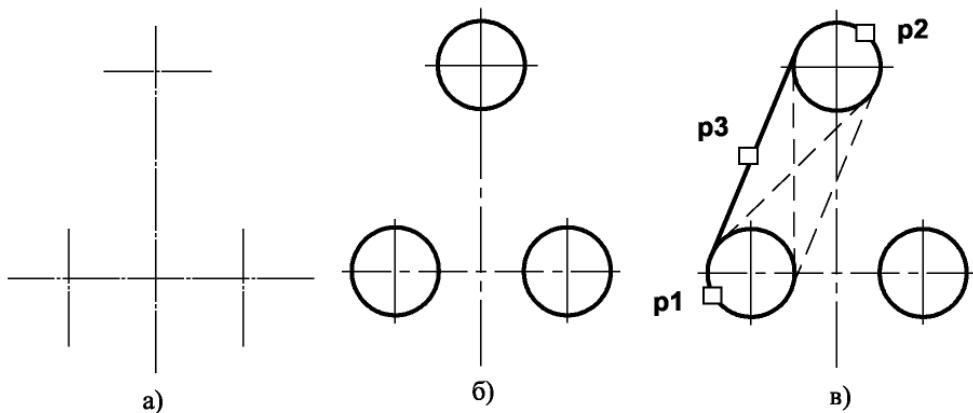

Рисунок 2.1. - Построение касательных к двум окружностям
Построение касательных к двум окружностям заданных радиусов представлено на рис. 2.1. Вначале рекомендуется изобразить осевые линии, задающие центры окружностей (см. рис. 2.1а). Далее необходимо изобразить сами окружности, к которым строится касательная прямая (рис. 2.1б).
2. Указать графическим курсором произвольную точку (точка p1) на первой окружности, к которой должна быть проведена касательная прямая (рис. 2.1 в).
3. Указать графическим курсором произвольную точку (точка p2) на второй окружности, к которой должна быть проведена касательная прямая (рис. 2.1 в).
4. Выбрать курсором нужную касательную на графической зоне и щелкнуть по кнопке - Создать объект панели специального управления (точка p3) (рис. 2.1 в).